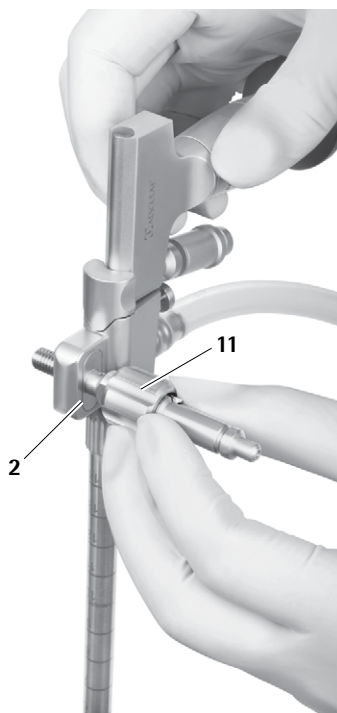

Fig. 18
- Inserire l'adattatore braccio di tenuta 11 lateralmente in un foro a scelta (destra/sinistra) finché la flangia scatta nell'apposita scanalatura 2 che serve per il fissaggio del braccio di tenuta, vedere Fig. 18.